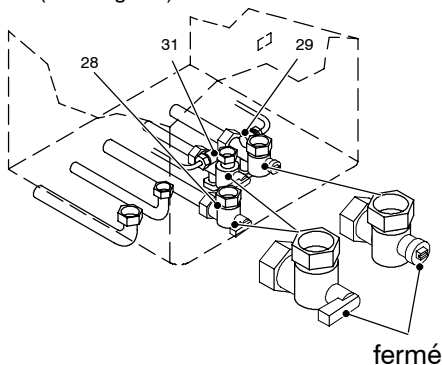

Fig. 7.2
- 1 Fermer le robinet d'arrivée de l'eau sanitaire (31 – Fig. 7.2)